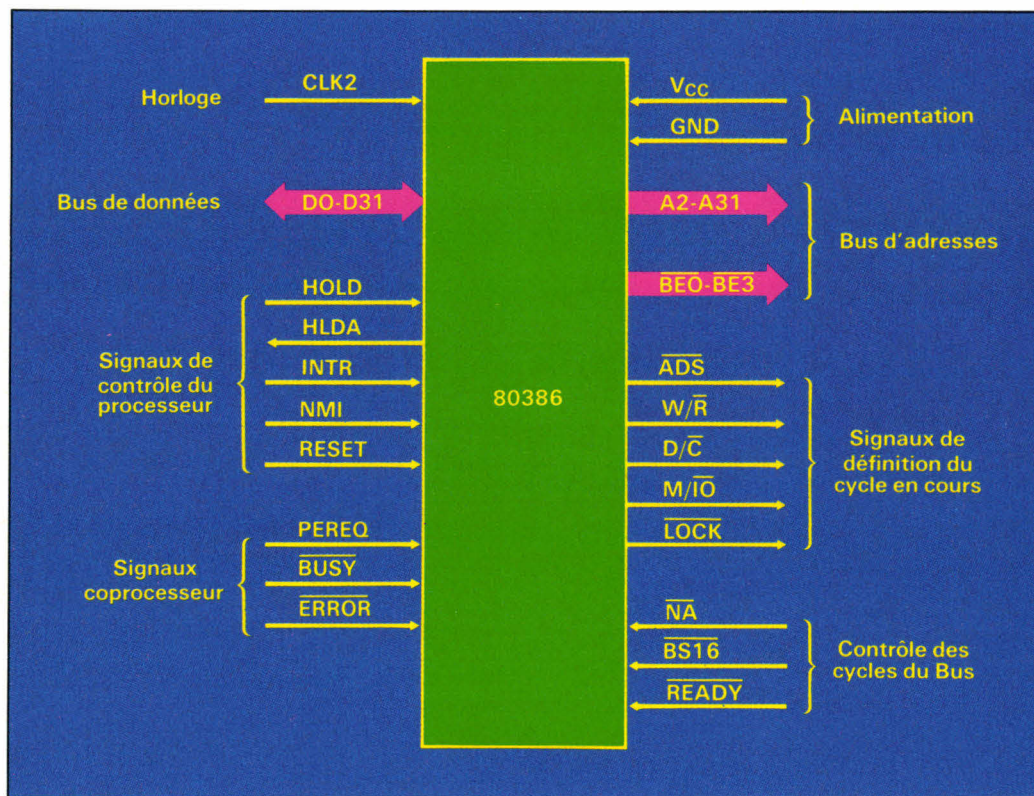

Fig. 2. – 16 des 132 broches du 80386 contrôlent les transactions de données sur le bus.
Le nombre élevé de broches du 386 ne doit pas effrayer l'utilisateur car, lorsque l'on a décompté celles décrites ci-dessus et 8 inutilisées (NC) qui devront être maintenues en l'air, il en reste 83 dont 66 forment les bus de données et d'adresses, et un ensemble de 16 signaux d'état et de contrôle, que nous analyserons, résume l'essentiel des fonctionnalités du 386 quant aux transactions de bus qu'il est sensé effectuer (fig. 2).